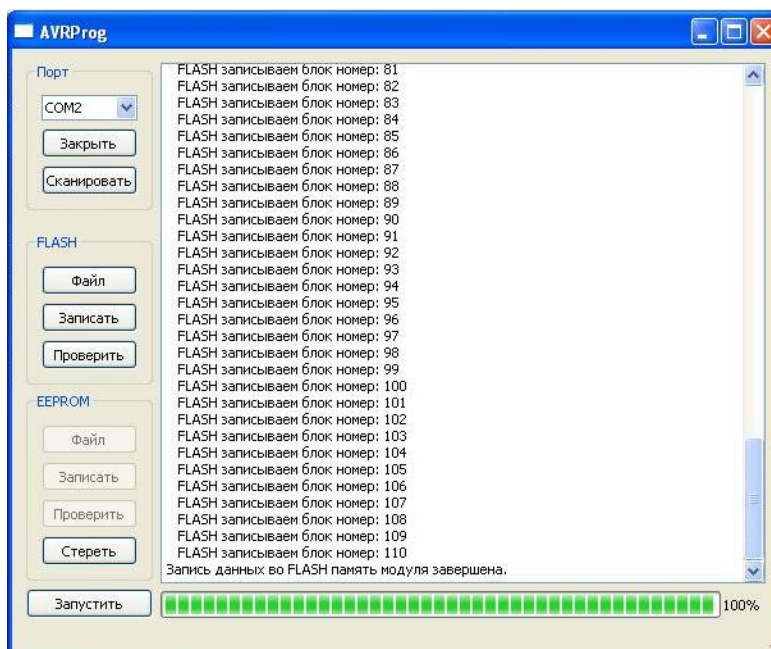

Рис.6
6. Нажмите кнопку “Записать”. В случае успешной смены прошивки должно появиться изображение, аналогичное рис.6.